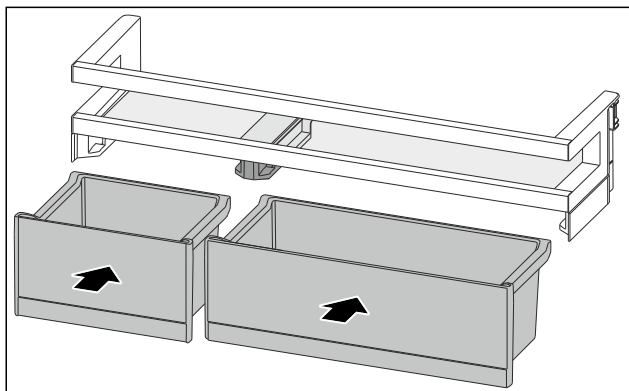

Fig. 189
- Inserire i VarioBox in posizione scambiata. (vedere Fig. 189)